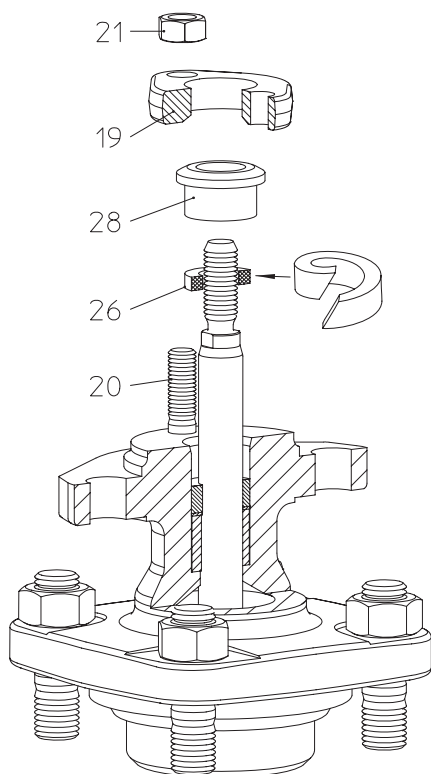
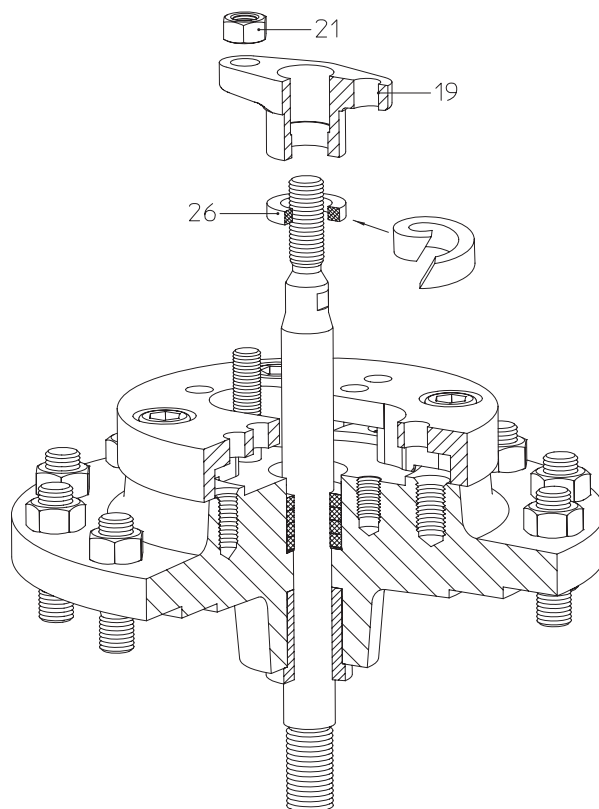

Рис. 11: сальниковая набивка
Рис. 12: сальниковая набивка
- Установите новое уплотнительное кольцо (поз. 26), руководствуясь Рис. 11 и Рис. 12.